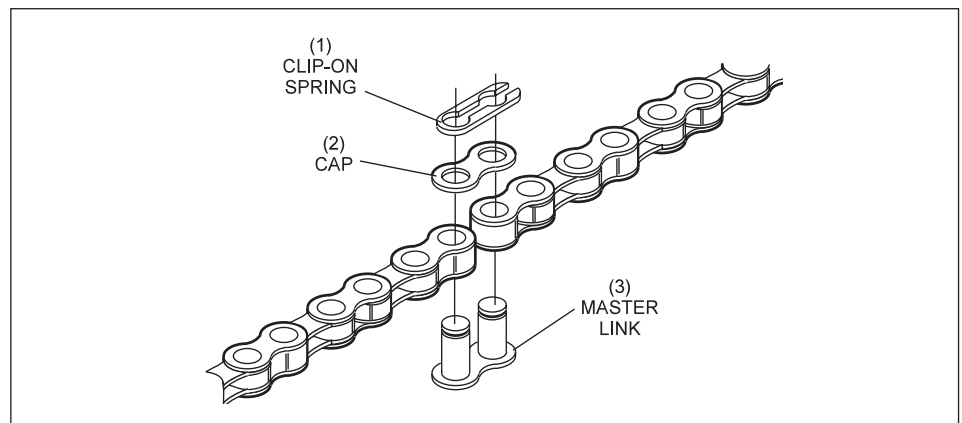

Abbildung 8-15. Kettenreparatur
6. Setzen Sie die Kappe auf die beiden Stifte des Verbindungsglieds. Siehe *Abbildung 8-15*.